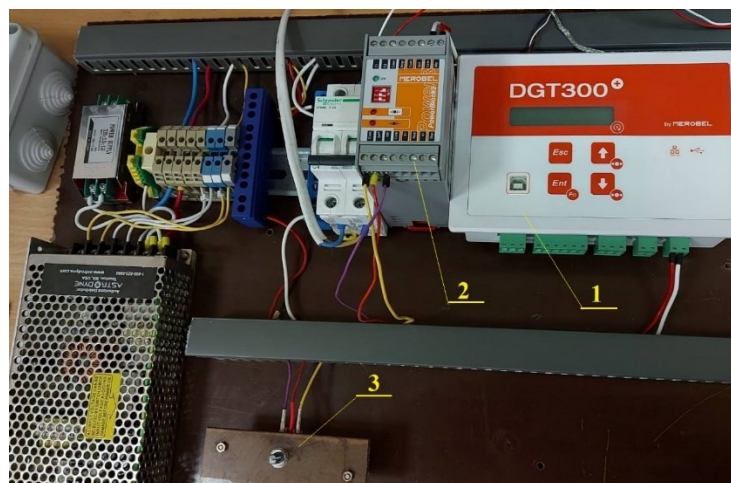

Рис. 7 – Засоби керування струму збудження обмотки електромагнітного гальма
тора. Величина струму збудження визначається автоматично (моделюється) за допомогою контролера Merobel DGT300 (1) або в ручному режимі за допомогою керованого джерела живлення Merobel Power Block 2A (2) і потенціометра (3), рис.7.